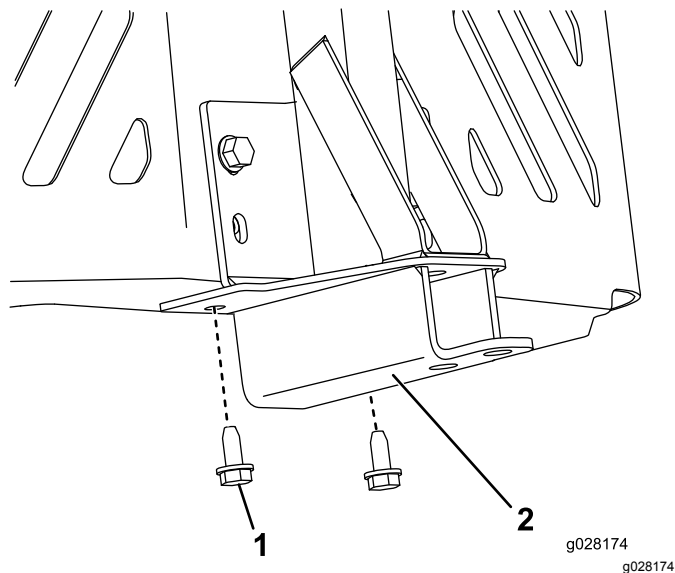

Figura 12
3. Assicurate il telaio del perno alla parte inferiore del telaio della macchina utilizzando 2 viti autofilettanti (5/16" x 3/4"), come illustrato nella Figura 12.